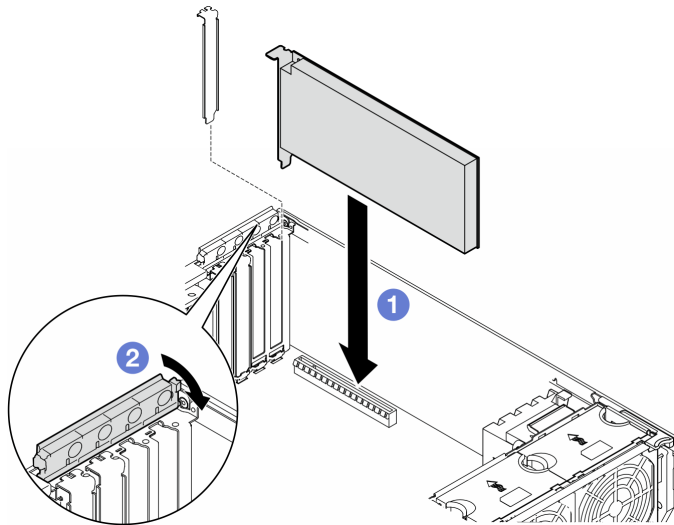

Abbildung 107. Installation eines HL PCIe-Adapters
- Wenn Sie einen vorhandenen PCIe-Adapter austauschen, fahren Sie mit dem Installationsverfahren fort: Abbildung 107 „Installationsverfahren eines HL PCIe-Adapters“ auf Seite 169